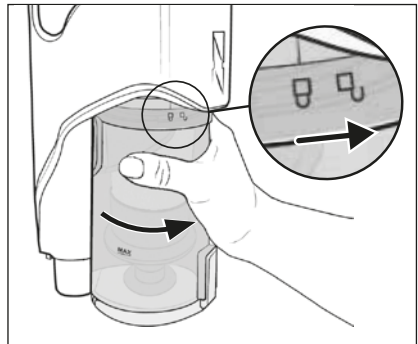

Fig. 23
- 8) Reinserire il contenitore di raccolta della polvere **7** nell'apparecchio e ruotarlo in direzione del simbolo  (chiudere) fino a quando non si innesta saldamente nell'apparecchio (vedere fig. 23).